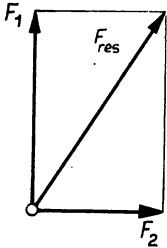

Bild 119
- 4.10** Der Ballon steigt im Wagen in Beschleunigungsrichtung schräg nach oben. Im ruhenden Wagen wirken auf den Ballon in der Vertikalen die Gewichtskraft und die Auftriebskraft. Wegen $\rho_L > \rho_B$ ist $F_A > G_B$. Die Kraft $F_1 = F_A - G_B$ beschleunigt den Ballon senkrecht nach oben. Im beschleunigt anfahren den Wagen wirken zusätzlich in der Horizontalen Trägheitskräfte auch auf die Luftteilchen. Sie haben ein Dichtegefälle entgegen der Beschleunigungsrichtung zur Folge. Die Druckdifferenz an hinterer und vorderer Seite des Ballons verursacht eine der Auftriebskraft analoge Kraft in Beschleunigungsrichtung, die größer ist als die auf den Ballon wirkende Trägheitskraft. Die Differenz dieser beiden Kräfte sei F_2 . Die Resultierende aus F_1 und F_2 (Bild 119) zeigt in Beschleunigungsrichtung schräg nach oben.